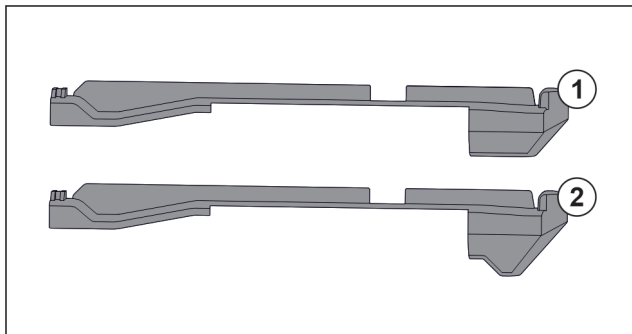

Fig. 121 Comparaison des éléments emboîtables
L'appareil comprend deux éléments emboîtables différents. L'élément emboîtable au-dessus du tiroir inférieur Fig. 121 (2) a un bord triangulaire. Tous les autres éléments emboîtables Fig. 121 (1) ont un bord droit.
- Poser l'élément emboîtable Fig. 121 (2) avec le bord triangulaire sur le tiroir inférieur.
- Poser l'élément emboîtable Fig. 121 (1) avec le bord droit à tous les autres endroits.